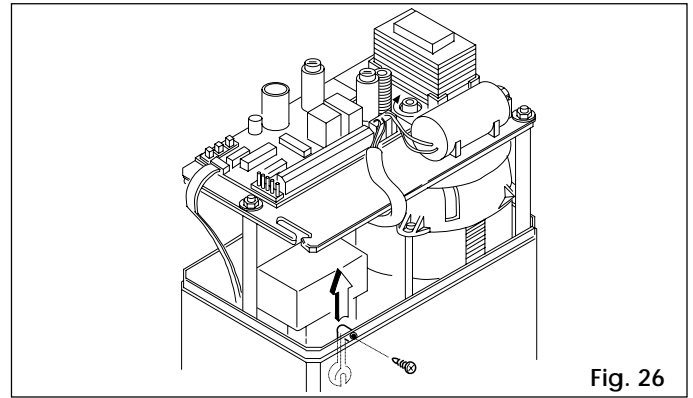

Fig. 26
- 5) Quitar la lengüeta de seguridad como ilustra la fig. 26 y guardarla para eventuales trabajos de mantenimiento.